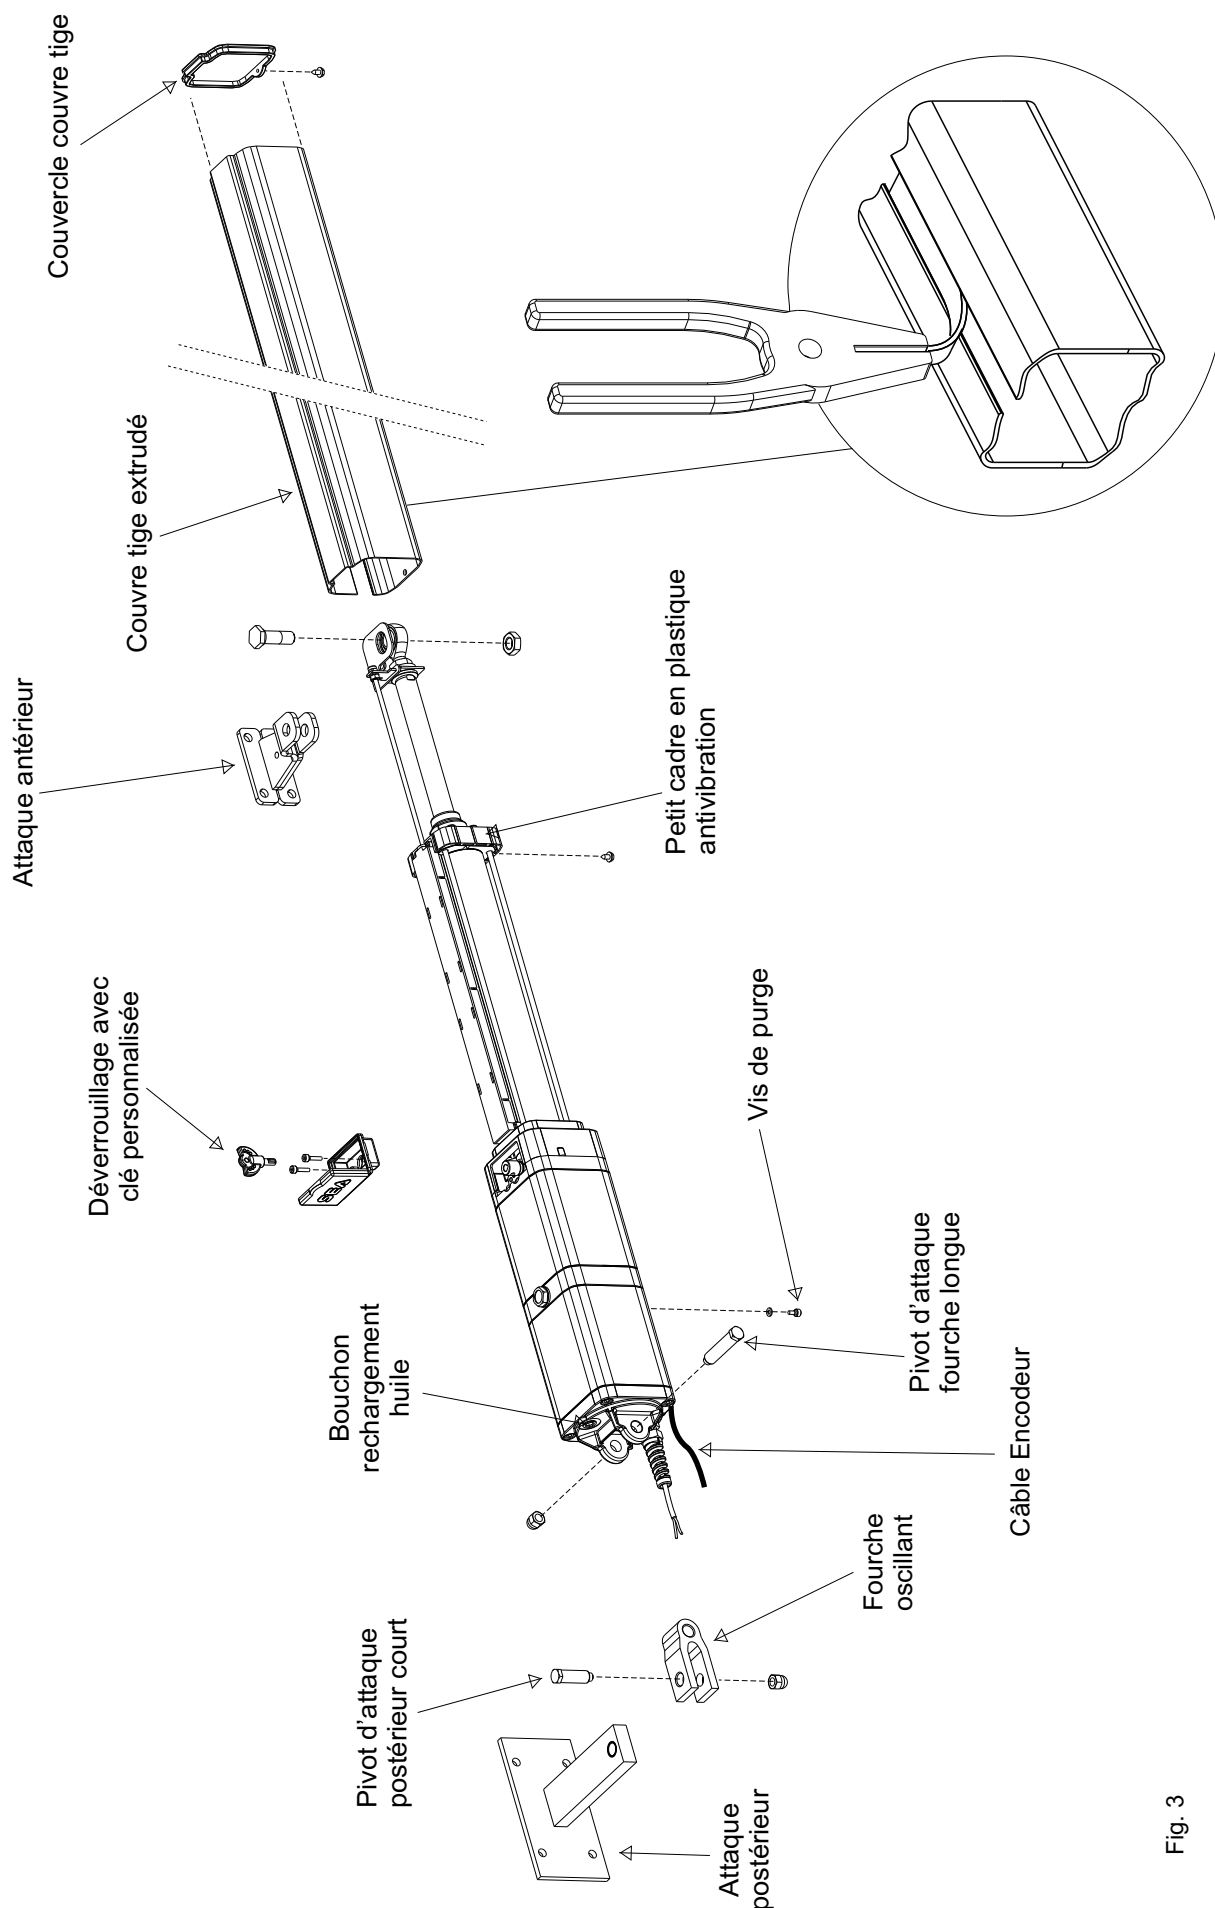

Fig. 3
- Ouvrir soigneusement l'emballage, faisant attention de ne pas perdre les composants reportés dans fig. 3.